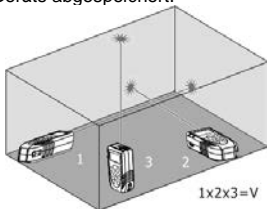

Abb. 6: Beispiel von Volumenmessung
3. Drücken Sie die  Taste zur Durchführung der ersten Messung (Länge) der Oberfläche (siehe Fig. 6). Der entsprechende Wert erscheint auf dem ersten Teildisplay. Das Symbol "" erscheint auf dem Display mit blinkender Seite "1".
4. Drücken Sie die  Taste erneut zur Durchführung der zweiten Messung (Breite) der Oberfläche (siehe Fig. 6). Der entsprechende Wert erscheint auf dem zweiten Teildisplay. Der Wert der entsprechenden Oberfläche erscheint im Ergebnisdisplay. Das Symbol "" erscheint auf dem Display mit blinkender Seite "2".
5. Drücken Sie die  Taste erneut zur Durchführung der dritten Messung (Höhe) (siehe Fig. 6). Der Gesamtwert des Volumens erscheint im Ergebnisdisplay.